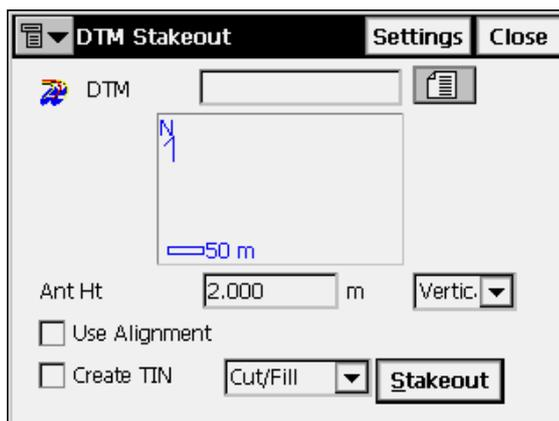

Рисунок 7-45. Выберите Цифровую Модель Рельефа
1. Для выноса в натуру цифровой модели рельефа выберите меню **Stake > DTM (Разбивка > ЦМР)**. В окне **Stakeout DTM (Вынос в натуру ЦМР)** (рис. 7-45) нажмите кнопку списка, чтобы выбрать файл формата TN3, содержащий необходимую модель рельефа.